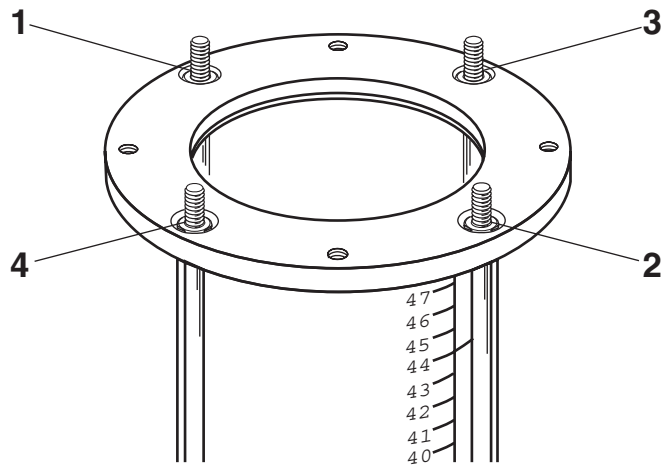

Fig 4-4. Secuencia de retirada y apretado de las tuercas.
- 2 Desatornille el volante de bloqueo (23) varias vueltas, suficientes sólo para aflojar el sello de la junta de cierre del adaptador (33/34). Retire el adaptador sin dejar el acero inoxidable toque el vidrio.
- 3 Con una llave, y en la secuencia que muestra la Fig. 4-4, retire las tuercas (2) y las arandelas de muelle (9) que fijan las varillas de soporte (8) a la brida (5).
- 7 Sitúe las arandelas de muelle (3) y las tuercas (2) en las varillas de soporte (8) y apriételas a mano.
- 8 Configure la llave dinamométrica según la Tabla 4-2, y apriete las tuercas (2) según la secuencia mostrada en la Fig. 4-4. Apriete las tuercas paso a paso para evitar una presión mecánica irregular sobre el tubo de vidrio. Se recomiendan tres a cuatro vueltas por tuerca.